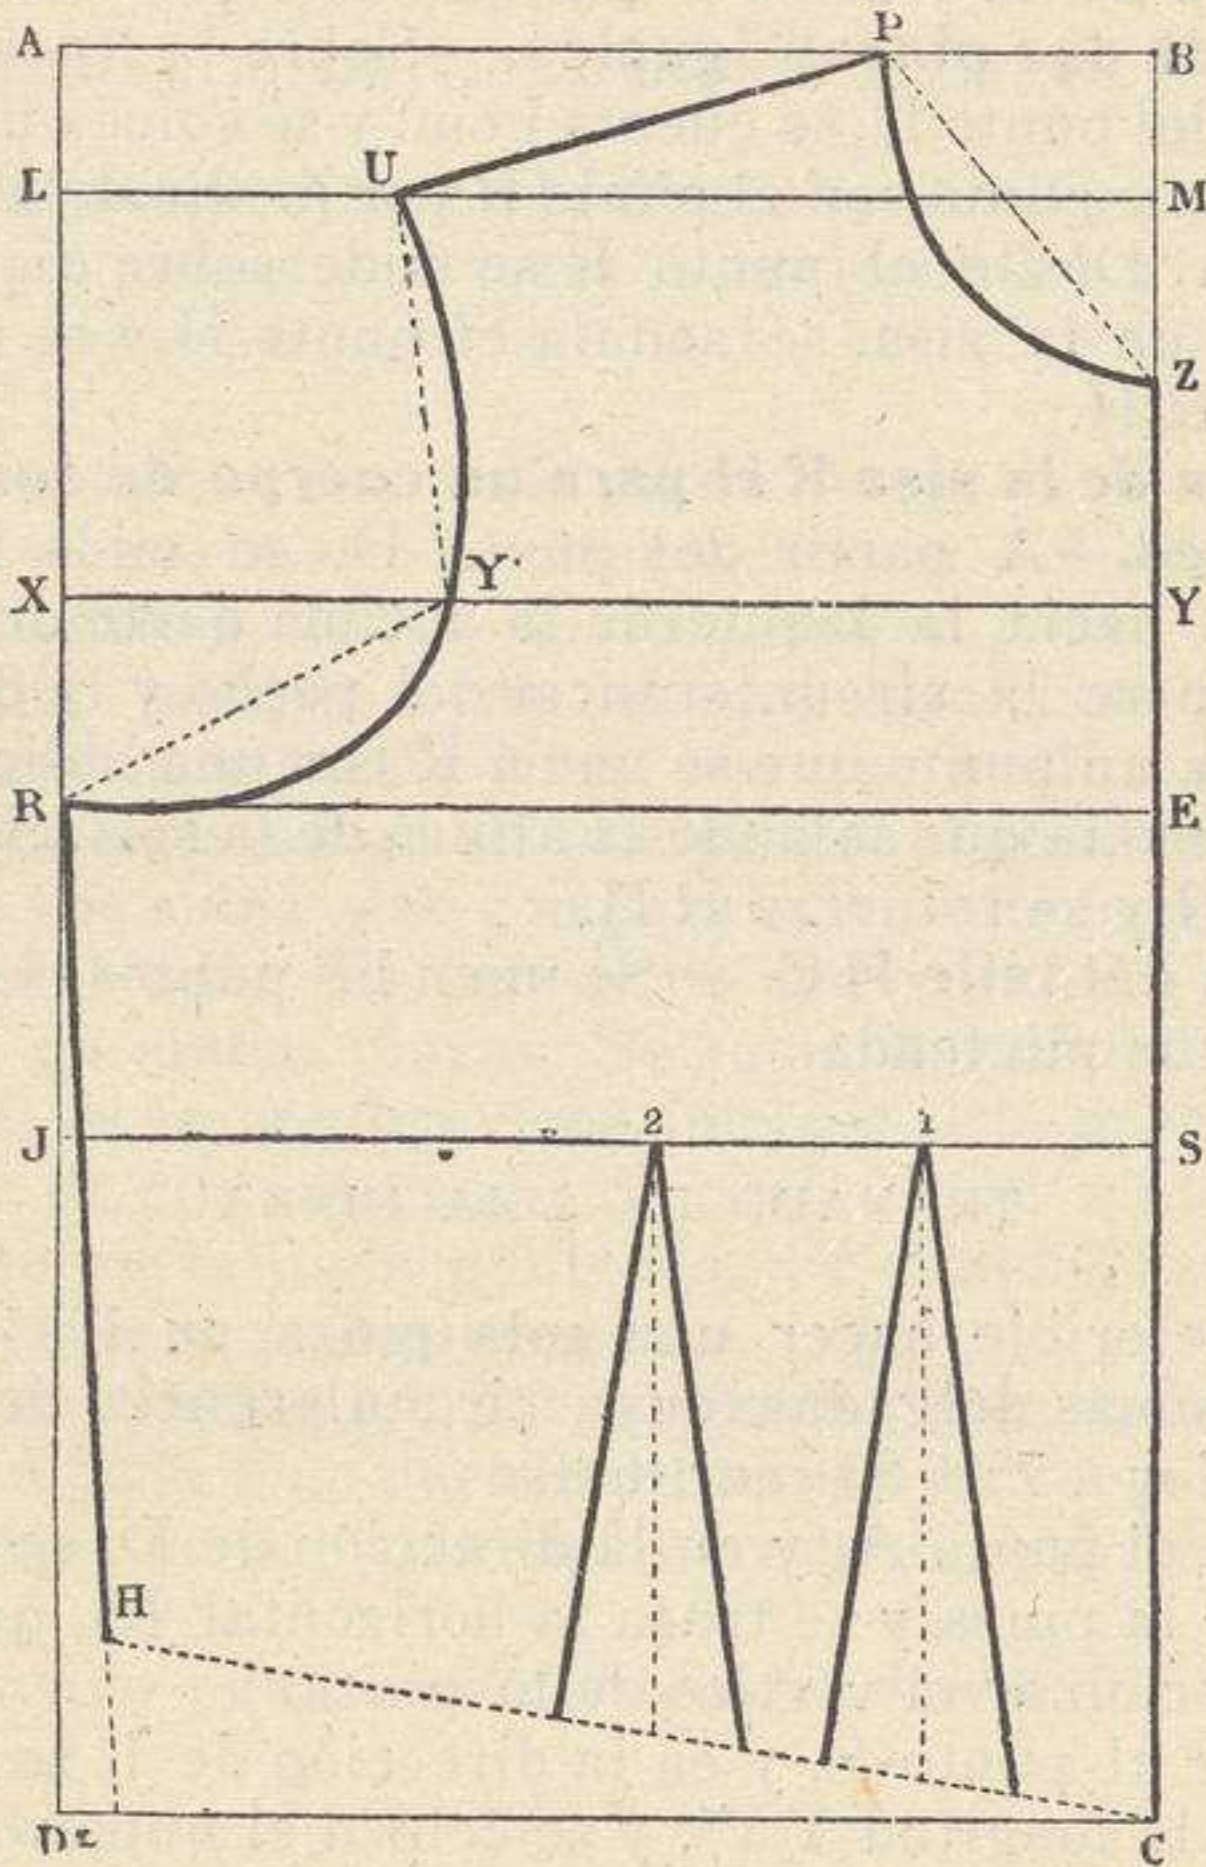

Fig. 23 ( $\frac{1}{5}$  del tamaño real).—Delantero del cuerpo sencillo.
**Rectángulo ABCD.** — Se traza un rectángulo ABCD, (fig. 23) cuya longitud sea la del delantero y cuyo ancho sea la mitad de la circunferencia del pecho más 2 cms., y menos el medio ancho de la espalda y la vigésima parte de la circunferencia del pecho:  $\frac{1}{2}$  circunferencia del pecho  $\div$  2 cms. — ( $\frac{1}{2}$  ancho de la espalda  $\div$   $\frac{1}{20}$  de la circunferencia del pecho) (1).